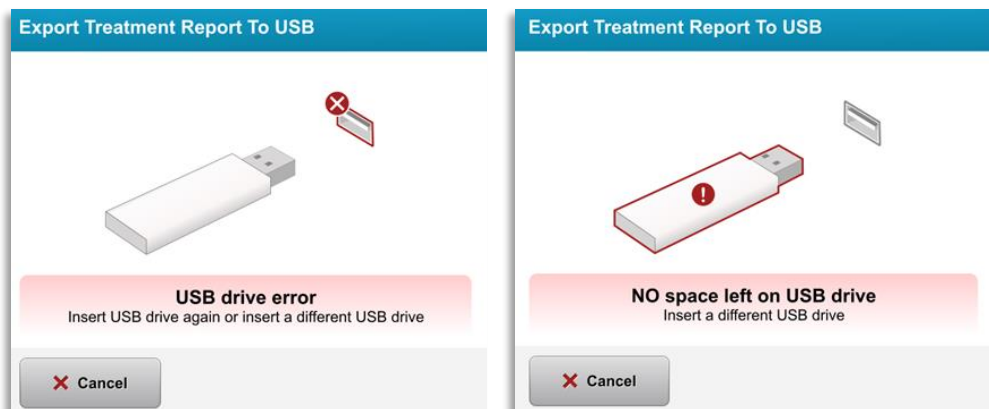

Figura 3-41. Erro pen USB e Sem espaço na pen USB
- Se a pen USB estiver cheia ou o sistema não conseguir ler a pen USB, será mostrada uma mensagem de erro como mostrado na figura 3-41.